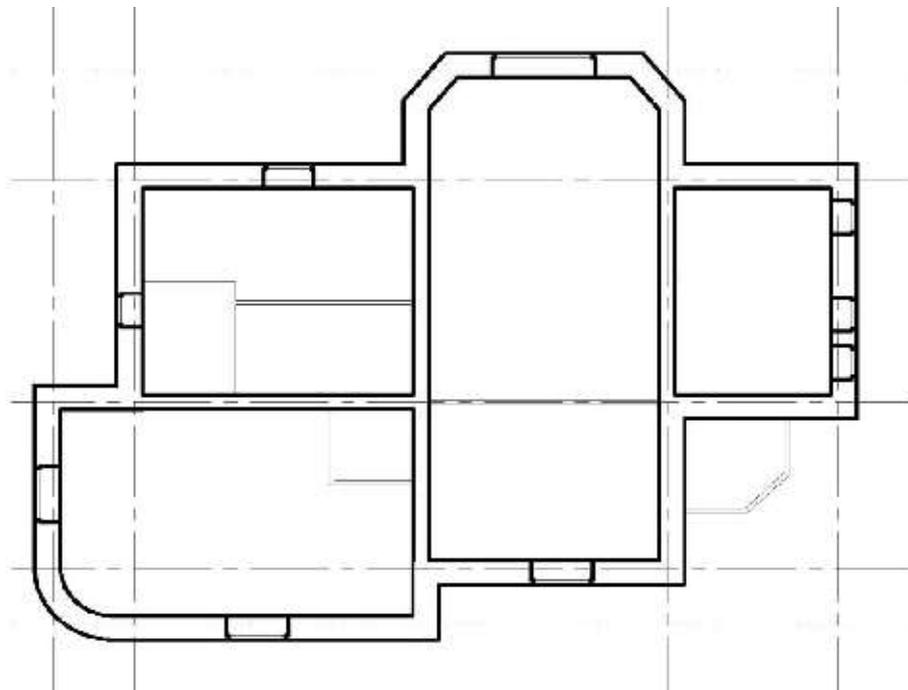

Рисунок 8.11 – Вставка оконных проемов
2. Создать блок изображением оконных проемов с именем ОК1, ОК2, т.д. и вставить в наружные стены с использованием команд «Создать блок», «Вставить блок», согласно предложенной схеме (рисунок 8.11).